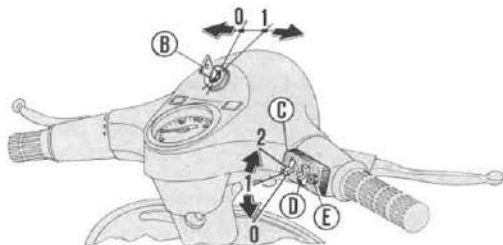

Fig. 23
1. Key controlled switch (for the positions see fig. 23 and 26) - 2. Clutch control (lever) and gear change (twist grip.) - 3. Front brake lever - 4. Throttle twist grip. - 5. Switch
1. Commutateur par clé (pour les positions voir fig. 23 et 26) - 2. Levier commande embrayage et poignée de changement de vitesses - 3. Levier frein AV - 4. Commande gaz - 5. Commutateur-déviateur - 6. Mâchoires frein AV. - 7. Pédale frein AR - 8. Levier du démarreur - 9. Dispositif de réglage commande changement de vitesses - 10. Mâchoires frein AR. - 11. Embrayage - 12. Carburateur et filtre à air - 13. Commande « starter » - 14. Robinet mélange - 15. Poussoir (avec serrure par clé) pour dégagement selle biplace (basculante) - 16. Bouchon du réservoir.
1. Conmutador con llave (para las posiciones ver fig. 23 y 26) - 2. Mando del embrague combinado con el mando cambio - 3. Palanca freno delantero - 4. Puño mando gas - 5. Conmutador - 6. Zapatas freno delantero - 7. Pedal freno trasero - 8. Palanca de puesta en marcha - 9. Ajuste mando cambio - 10. Zapatas freno trasero - 11. Embrague - 12. Carburador y filtro de aire - 13. Mando estrangulador del aire - 14. Llave de gasolina - 15. Pulsador (con cerradura de llave) para desbloqueo sillín biplaza (basculante) - 16. Tapón depósito mezcla.
- Main switch « B », key operated, for engine ignition (position 1) and for engine cut-out (position 0 extractable key) placed on the handlebars, central part, (see fig. 23).
- Switch « C » (on handlebars, R. H.) with lever « D » (high beam and low beam), and with a horn « E » (see fig. 23).
- Commutateur principal « B » à clef, circuit inséré pour l'emploi (position 1) et d'arrêt moteur (position « 0 », clef extractible) placé sur le guidon dans la partie centrale. Voir fig. 23).
- Commutateur « C », côté droit du guidon, avec levier « D » de commutation phare - code et poussoir pour l'avertisseur « E » voir fig. 23).
— Un conmutador principal «B» con llave, de predisposición a la marcha (posición 1) y de parada motor (posición «0», la llave puede sacarse), centro del manillar (fig. 23).
— Un conmutador «C» lado derecho del manillar, con palanquita «D» para las luces de cruce y carretera y pulsador del claxon «E» (ver fig. 23).
Key switch (extractable) placed on the handlebars central part (fig. 23).
Light switch on the headlamp, located on handlebars, R. H. (see fig. 23).
Commutateur à clé (extractible) installé au centre du guidon (fig. 23).
Commutateur feux du projecteur, guidon côté droit (fig. 23).
Conmutador con llave (que puede sacarse) situado en el centro del manillar (ver fig. 23).
Conmutador luces faro sobre el manillar lado derecho (ver fig. 23).
Notice - In case of hard starting see page 46. When push starting should be attempted (see page 46), first turn switch key (« B » fig. 23) on position 1 (circuit on).
Lorsque on doit effectuer (comme indiqué à la page 46) le démarrage en poussant le scooter, il faut d'abord tourner la clef du commutateur (« B », fig. 23) dans la position 1 (circuit inséré).
Cuando haya que intentar el arranque empujando la moto (como indicado en la pág. 47), es necesario antes girar la llave del conmutador (« B » fig. 23) en la posición 1 (pre-disposición a la marcha).